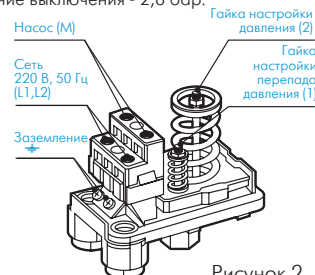

Рисунок 2
Электромонтажные работы, установку розеток, предохранителей, их подключение к питающей электросети и заземление должен выполнять электрик в строгом соответствии с «Правилами технической эксплуатации электроустановок потребителей» и «Правилами техники безопасности при эксплуатации электроустановок потребителей». Электрическое подключение осуществляется следующим образом (см. рисунок 2): к клеммам, обозначенным «L1, L2», подключаются провода от электрической сети 220В; к клеммам «М» подключаются провода от электронасоса; к клеммам, обозначенным знаком «+», подключается желто-зеленый провод (заземление).
Регулировка давления РДМ-5 осуществляется гайкой (2), фиксирующей положение пружины (см. рис. 2). Для изменения величины давления включения и выключения насоса необходимо вращать гайку (2); при заворачивании гайки по часовой стрелке величина давления включения и выключения увеличивается, при отворачивании гайки против часовой стрелки величина давления включения и выключения уменьшается.
**ВНИМАНИЕ!** При вращении гайки (2) величина давления включения и выключения будет изменяться одновременно на одинаковое значение.